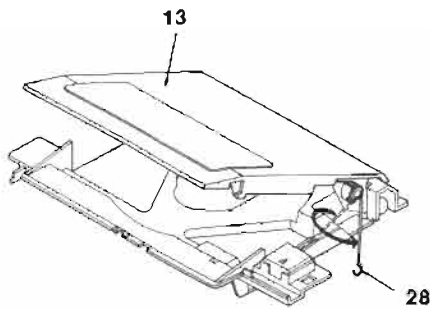

Abb. 20 Fig. 20
10. Disc-Plattenhalter ausbauen (Abb. 20, 21, 22)
- Feder 28 aushängen (Abb. 20).
10. Removal of the Disc Holder (Fig. 20, 21, 22)
- Remove the spring 28 (Fig. 20).